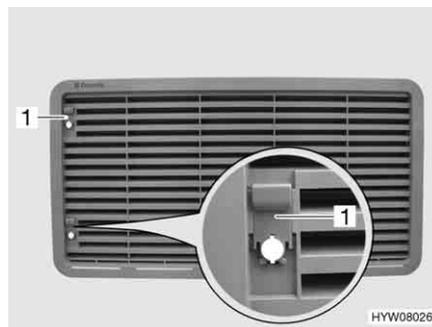

Fig. 187 Grelha de ventilação do frigorífico (com corredeira)
- Desloque para cima a corredeira (Fig. 187,1).